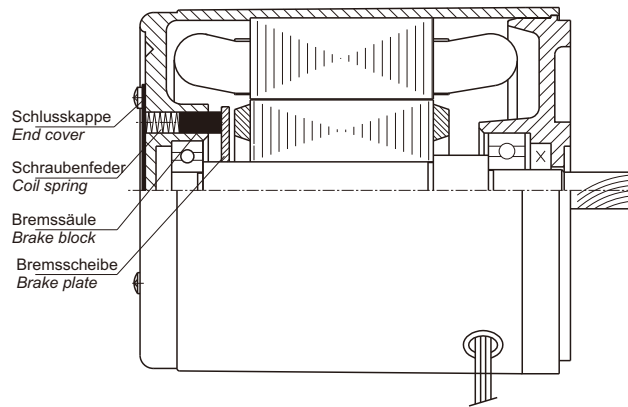

Bild 1 / Fig.1
1. Der umkehrbare Motor ist mit einer einfachen Bremse an der Rückseite des Motors ausgestattet, der ist geeignet für häufige Vorwärts- und Rückwärtsdrehungen in kurzer Zeit. Der Aufbau der Einfachbremse ist in Bild 1 dargestellt. Der Bremshebel mit Federdruck wirkt auf die rotierende Bremsscheibe und hält den Dauerdruck aufrecht. Die einfache Bremse des reversierbaren Motors wirkt wie folgt:
Reversible motor has a friction brake at the back of the motor body, which is designed for applications where reversal of direction is frequently required. For the friction brake, pls check Fig.1. The damp with spring impacts the rotating brake disk and supplies with continuous press. The functions of the friction brake are as following: